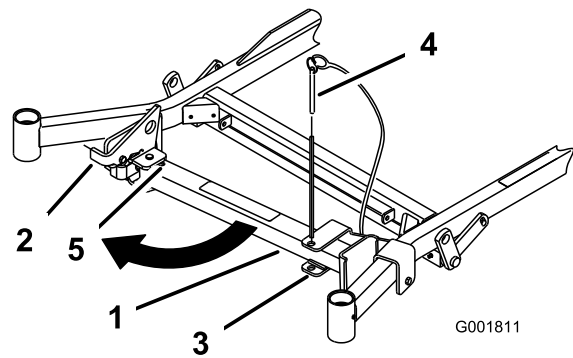
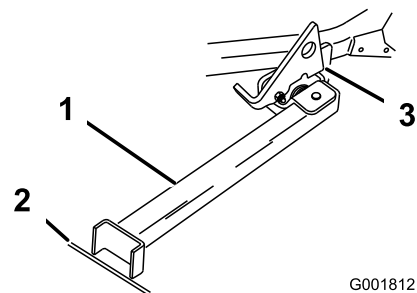

Bild 33
Bild 34
3. Heben Sie den Riegel an. Drehen Sie den Ständerfuß nach vorne heraus und schieben Sie den Ständer zur Maschine in den unteren Schlitz (Bild 33 und Bild 34).
2. Nehmen Sie den Halterungstift ab (Bild 33).
6. Stellen Sie den Fuß auf den Boden und lassen Sie den Riegel auf der Drehlasche aufliegen (Bild 34).
Hinweis: Stellen Sie den Ständerfuß am besten in Risse auf Gehwegen oder in der Rasenfläche (Bild 34).
8. Fahren Sie auf den Stand auf. Halten Sie an, wenn der Riegel über die Lasche in die arretierte Stellung einrastet (Bild 34). Stellen Sie nach dem Auffahren auf den Stand die Feststellbremse fest und stellen Sie den Motor aus.
7. Stellen Sie den Ständer wieder in die Ruhestellung (Bild 33).